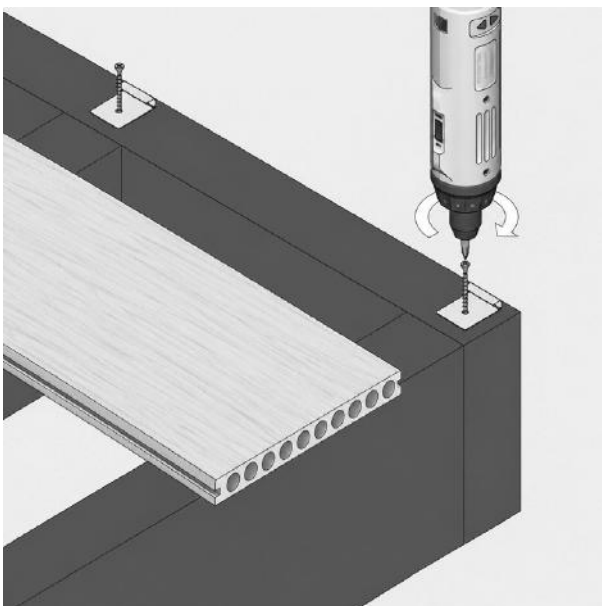
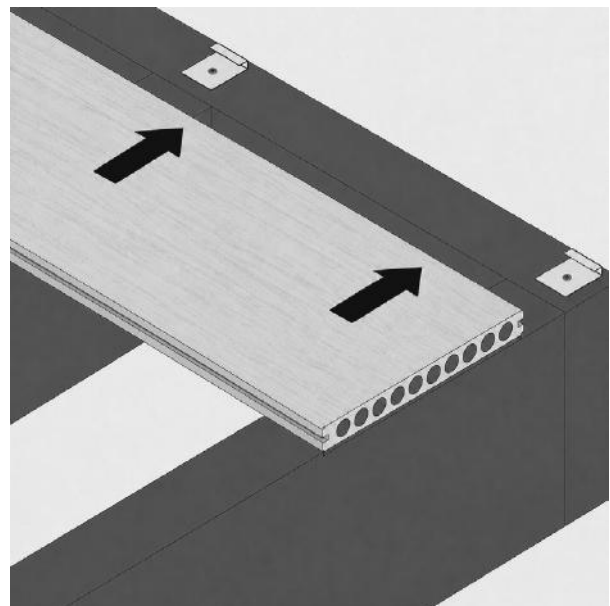

FIG. 2 – ERSTE DIELE MIT VERDECKTEN PURAFIX™ STARTCLIPS BEFESTIGT
FIG. 3 – VERDECKTER CLIP IN DIE NUTKANTE DER DIELE EINGESETZT
- 01 Die erste Diele muss mit verdeckten PuraFix™ Startclips befestigt werden, die in die seitliche Nut der Diele einrasten (fig. 2): richten Sie die Startclips entlang des ersten Balkens aus, alle 300 mm entlang der Balkenlänge; schrauben Sie jeden Clip sicher am Balken fest; klipsen Sie einfach die erste Terrassendiele an die Startclips (fig. 3).
- 02 Um angrenzende Dielen zu befestigen, setzen Sie verdeckte PuraFix™ Clips (3 mm oder 6 mm) in die Nutkante der befestigten Diele und führen Sie die Sicherungsschraube in die verdeckten Clips ein (fig. 3): die Schraublöcher sollten mit den Balkenachsen ausgerichtet sein; stellen Sie sicher, dass der gesenkte Bereich des verdeckten Sicherungsclips nach oben zeigt; montieren Sie 1 verdeckten Clip auf jedem Balken; verwenden Sie an den Dielenenden immer verdeckte Clips; verwenden Sie an Stoßfugen 1 Clip pro Dielenende (teilen Sie niemals einen Clip über 2 Dielenenden).